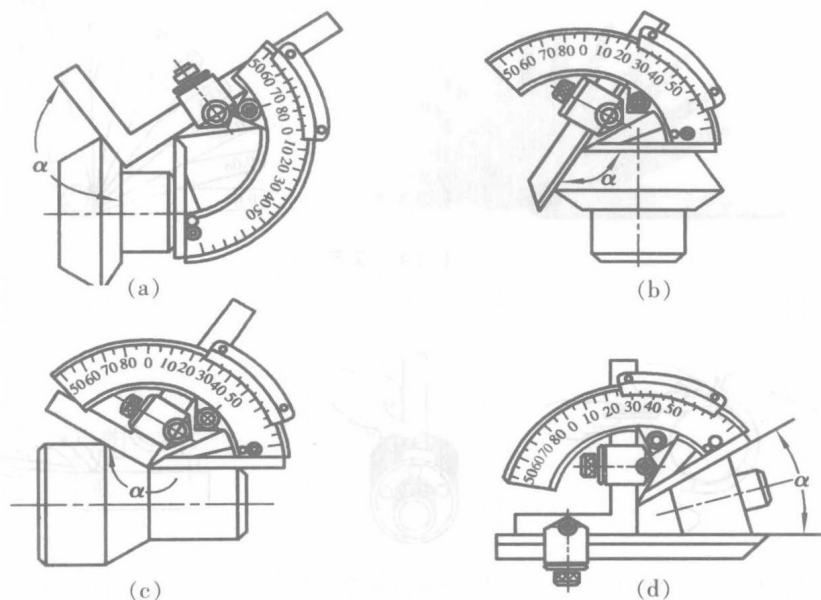

图 1-18 万能角度尺的使用方法
- ② 利用卡块将直尺装在直角尺上可以测量 $0^{\circ}\sim 50^{\circ}$ 。如图 1-18(d)所示。
- ③ 卸下直角尺,换上直尺即可测量 $50^{\circ}\sim 140^{\circ}$,如图 1-18(b)所示。
- ④ 取下直尺及卡块即可测量 $140^{\circ}\sim 230^{\circ}$,如图 1-18(a)、图 1-18(c)所示。
- ⑤ 将直角尺、直尺、卡块都拆下即可测量 $230^{\circ}\sim 320^{\circ}$ 。
(2) 使用万能角度尺的注意事项
- ① 检查外观。万能角度尺不应有碰伤,刻线应清晰等。
- ② 检查各部分相互作用。如直尺、直角尺装卸应顺利,制动器和卡块作用在任何位置时均应可靠,微动装置有效,扇形板与主尺相对移动时应灵活、平稳。
- ③ 检查零位正确性。装上直角尺、直尺后,使直尺、基尺测量面均匀接触,游标零刻线与主尺刻线以及游标尾刻线与主尺的相应刻线重合度不大于分度值的一半。